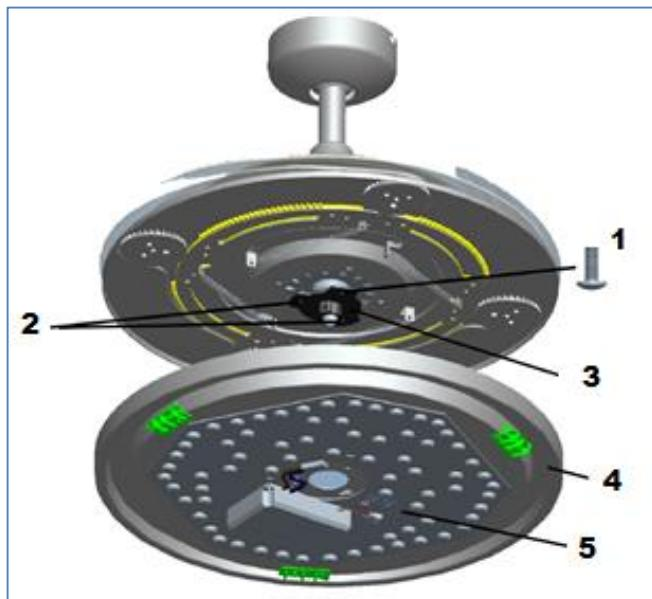

Abb. 6
- 1) Lösen Sie die Schraube (1) von der Basis der Deckenhalterung (3). Richten Sie die zwei Schlitzschrauben (2) auf die Slitze an der Lampenbasis (4) aus. Abb. 6